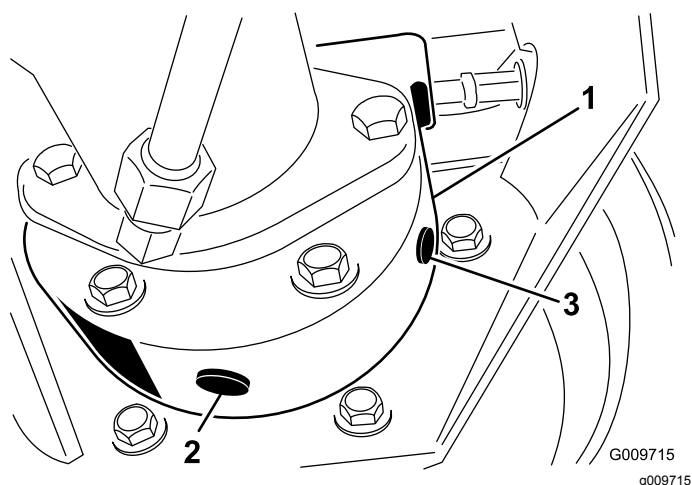

図 49
3. ブレーキハウジングの下に容器を置き、プラグを外してオイルを抜く 図 49。